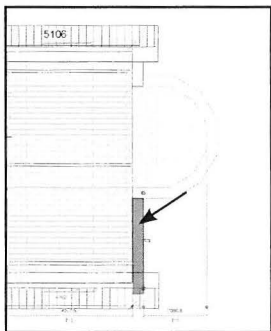

Fig. 09.30. Klik på en eksisterende væg og tryk CS, for *Create Similar*.
- Vælg en af de eksisterende ydervægge (Fig. 09.30).